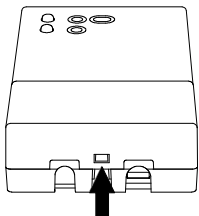

Fig. 2
- 2 Spingere, con l'aiuto di un cacciavite, la linguetta plastica situata nella feritoia in basso fino a sollevare leggermente il coperchio cavi (Fig. 2).